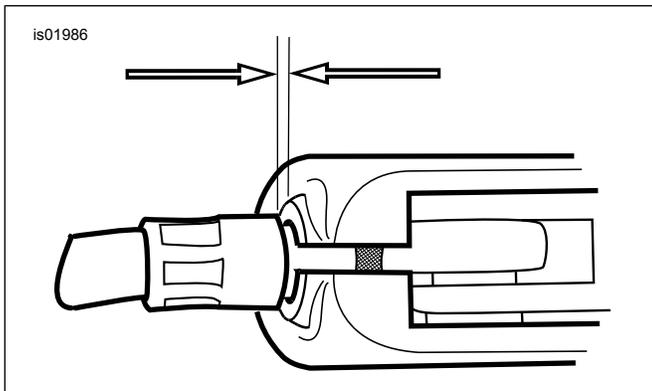

Abbildung 2. 1,6–3,2 mm (1/16–1/8 in) Kupplungszugspiel
e. Siehe Abbildung 2. Den Seilzugspanner von der Sicherungsmutter wegdrehen, bis das Spiel am Handhebel beseitigt ist. Die Kupplungszughülse von der Kupplungshebelhalterung zurückziehen, um das Spiel zu prüfen. Den Seilzugspanner nach Bedarf drehen, um ein Spiel von 1,6–3,2 mm (1/16–1/8 in) zwischen Seilzughülse und Kupplungshebelhalterung zu erhalten.